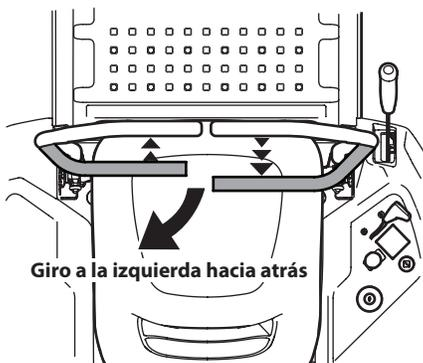

Figura 3-8
1. Para girar a la izquierda mientras se desplaza marcha atrás, mueva la palanca de control de la transmisión izquierda hacia adelante respecto de la palanca derecha. Consulte Figura 3-8.